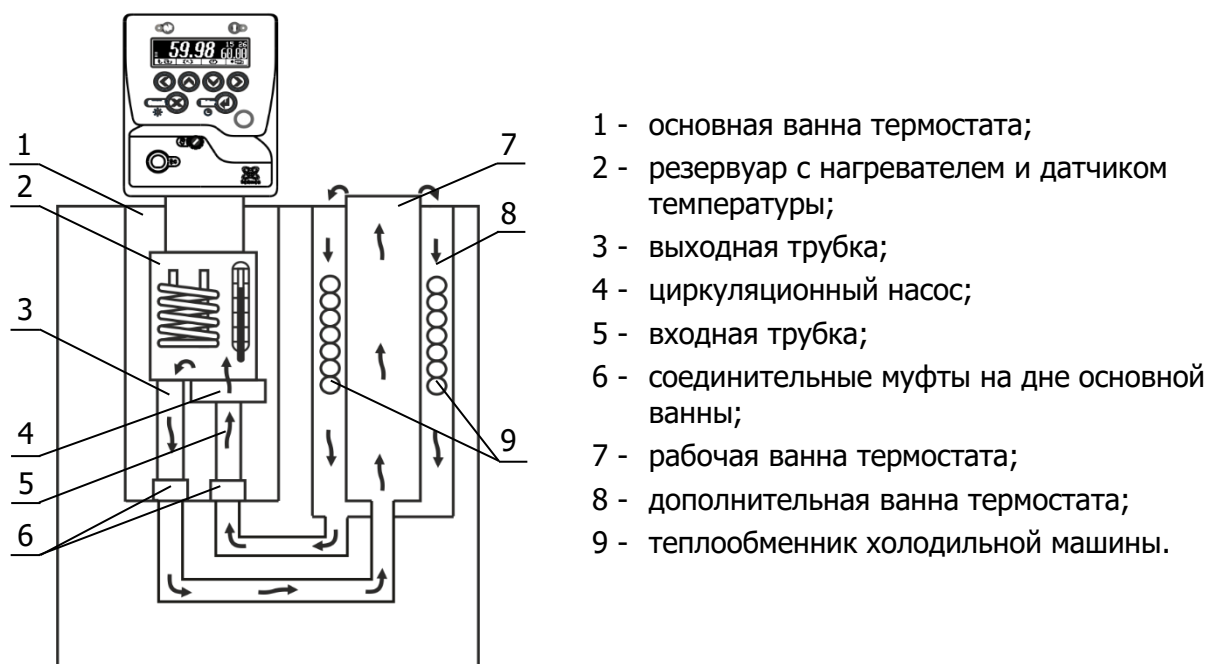
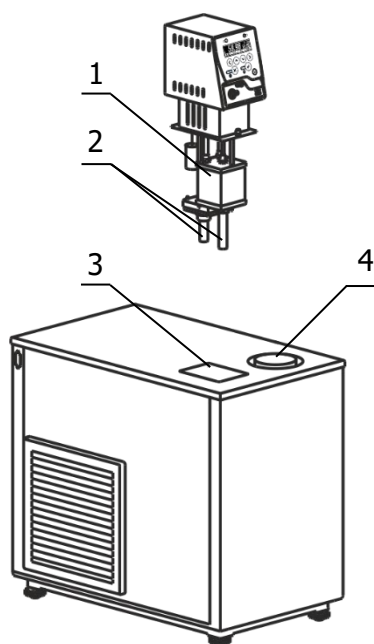

Рисунок 3 — Устройство термостата
Рисунок 4 — Установка блока регулирования
1.4.9 Циркуляционный насос 4 блока регулирования температуры (рисунок 3), через входную трубку 5 забирает теплоноситель из дополнительной ванны 8 и нагнетает его в резервуар 2 с нагревателем и датчиком температуры. В резервуаре температура теплоносителя регулируется и далее, через выходную трубку 3, теплоноситель поступает в рабочую ванну 7, а из нее, переливом через верхний край ванны, поступает в дополнительную ванну 8, где происходит охлаждение теплоносителя при помощи теплообменника холодильной машины 9.
2.2.3 Вставить входную и выходную трубки 2 (если они не были установлены предприятием-изготовителем) во входной и выходной патрубки блока регулирования и зафиксировать их винтами (рисунок 4). Выходную трубку следует вставлять в резервуар 1 косым срезом до упора.
2.2.4 Установить блок регулирования в отверстие 3, при этом входная и выходная трубки 2 (рисунок 4) должны войти в соединительные муфты 6 (рисунок 3) на дне основной ванны. После установки закрепить блок регулирования на ванне винтовыми фиксаторами.
2.2.6 Заполнить ванну термостата теплоносителем через отверстие над рабочей ванной 4 (рисунок 4). Перелив теплоносителя из рабочей ванны в дополнительную и основную ванны займет некоторое время. Заполнять ванны следует до момента начала слива теплоносителя из переливного штуцера 7. Температурный диапазон применения теплоносителя должен соответствовать значениям, указанным в 1.2.6.
2.2.10 Причина отсутствия перелива — неправильная работа насоса, вызванная воздушной пробкой, образовавшейся в резервуаре 1 (рисунок 4). Для ее устранения необходимо: